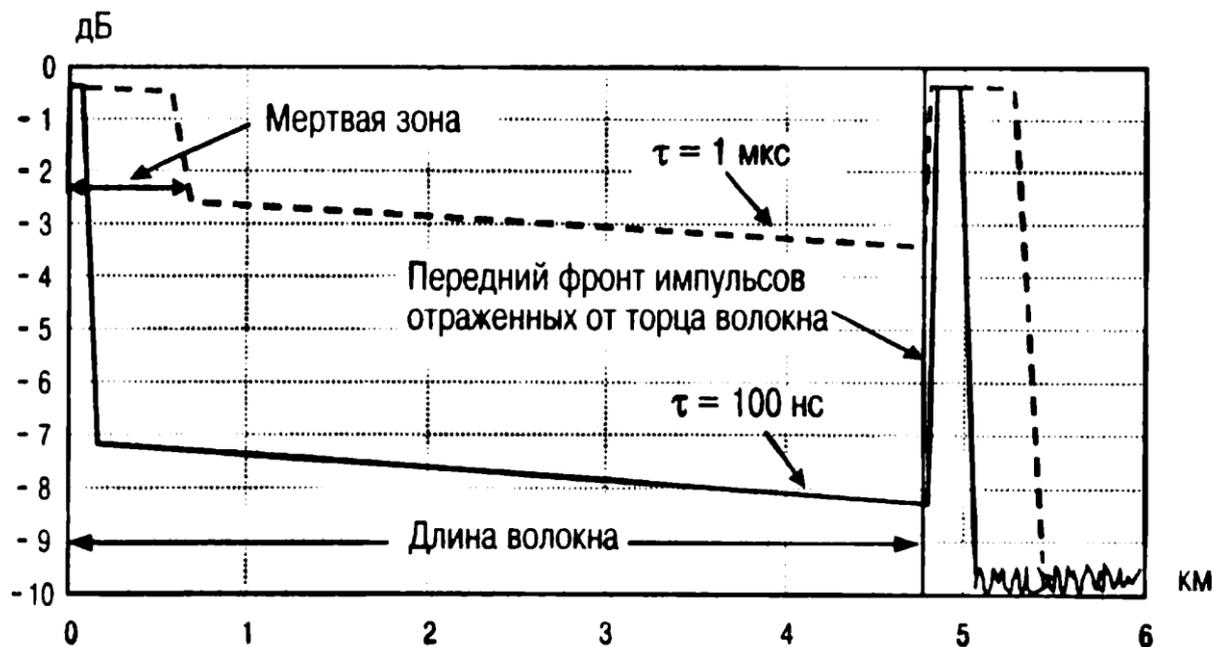

Рис. 2.1 Измерение длины волокна по сигналу отражения от конца волокна
Для OTDR характерно то, что точность измерения расстояния практически не зависит от длительности (T) зондирующих импульсов, которая может меняться в широких пределах (от 2 нс до 20 мкс). Обусловлено это тем, что положение неоднородности на рефлектограмме определяется по переднему фронту импульса, как это показано на рис.2.1.
На рис.2.1 представлены рефлектограммы отрезка волокна длиной около 5 км с погонными потерями порядка 0.2дБ/км на $\lambda=1550\text{нм}$. Рефлектограммы измерены при двух значениях длительности импульса 100 нс (сплошная линия) и 1 мкс (пунктирная линия). Рефлектограммы представляют собой прямые линии (с углом наклона $\sim 0.2\text{дБ/км}$) и с всплесками сигнала в начале и в конце линии. Эти всплески сигнала вызваны отражением импульсов света от оптического разъема рефлектометра и от торца волокна и представляют собой по существу осциллограммы отраженных импульсов. Причем передний фронт отраженных импульсов отображается ближе к началу рефлектограммы, так как он приходит на фотоприемник раньше, чем его задний фронт.
Длина волокна находится по расстоянию между передними фронтами импульсов, отраженных от оптического разъема рефлектометра и от заднего торца волокна. Это расстояние, как видно из рис.2.1, не зависит от ширины импульса. Точность, с которой определяется положение начала и конца волокна тем выше, чем больше крутизна переднего фронта импульса.